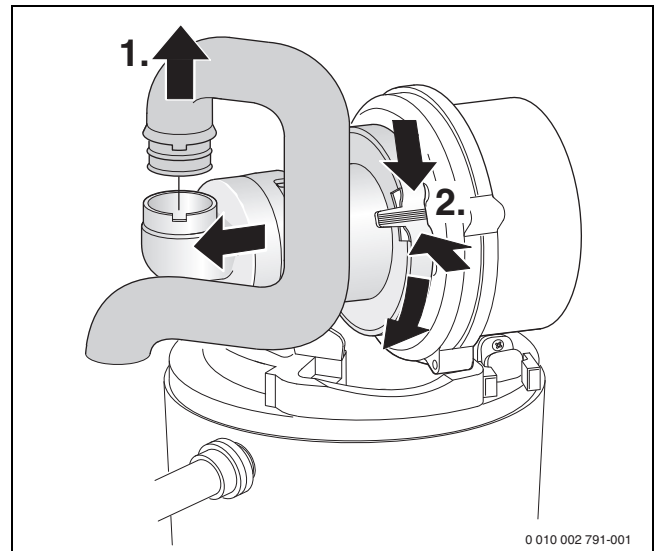

Bild 78 Saugrohr und Mischeinrichtung ausbauen
- ▶ Mischeinrichtung ausbauen (→ Bild 78, Seite 63).